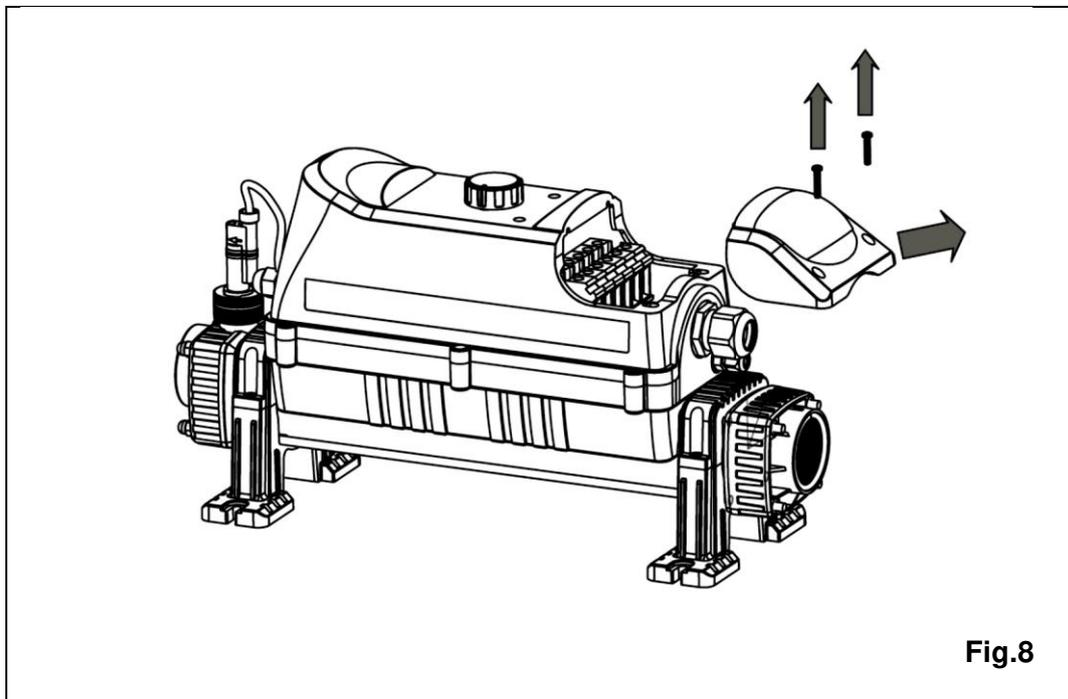

Fig.8
- Para conectar el cable de alimentación, retire la cubierta de acceso (consulte la Fig. 8).